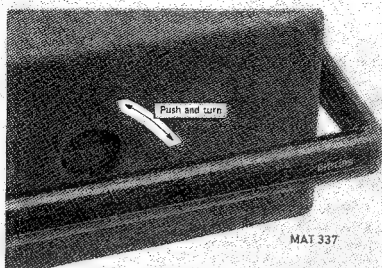

Fig. 2.1. Dépose du couvercle frontal
2.1.1. Démontage et montage du couvercle frontal (voir fig. 2.1.)